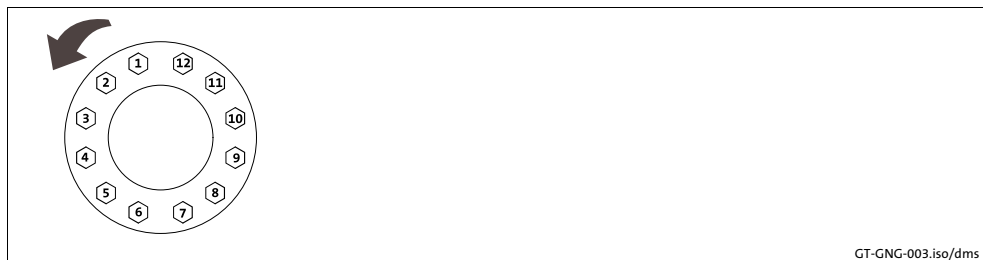

Abb. 14 Erklärung: "der Reihe nach"
7. Spannschrauben (2) der Reihe nach (siehe Abb. 14) in mehreren Umläufen, mit steigendem Drehmoment, gleichmäßig solange anziehen, bis alle Schrauben das angegebene Schraubenanzugsmoment (siehe Tab. 8) erreicht haben.